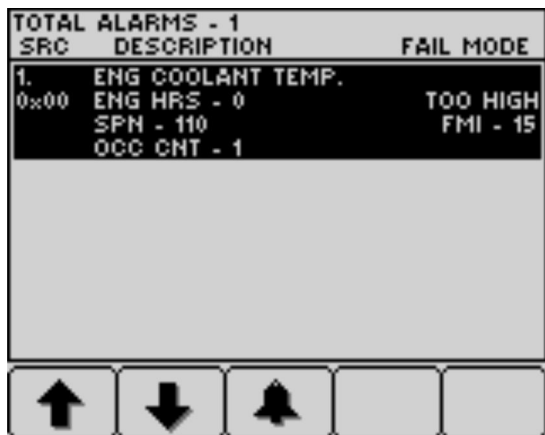

Рисунок 38
3. Для просмотра списка действующих неисправностей нажимайте кнопки 1–5 (Рисунок 38).
4. Для просмотра списка действующих неисправностей нажимайте кнопки 1–5; см. Рисунок 38 в разделе Информационные сообщения по двигателю \(страница 40\).